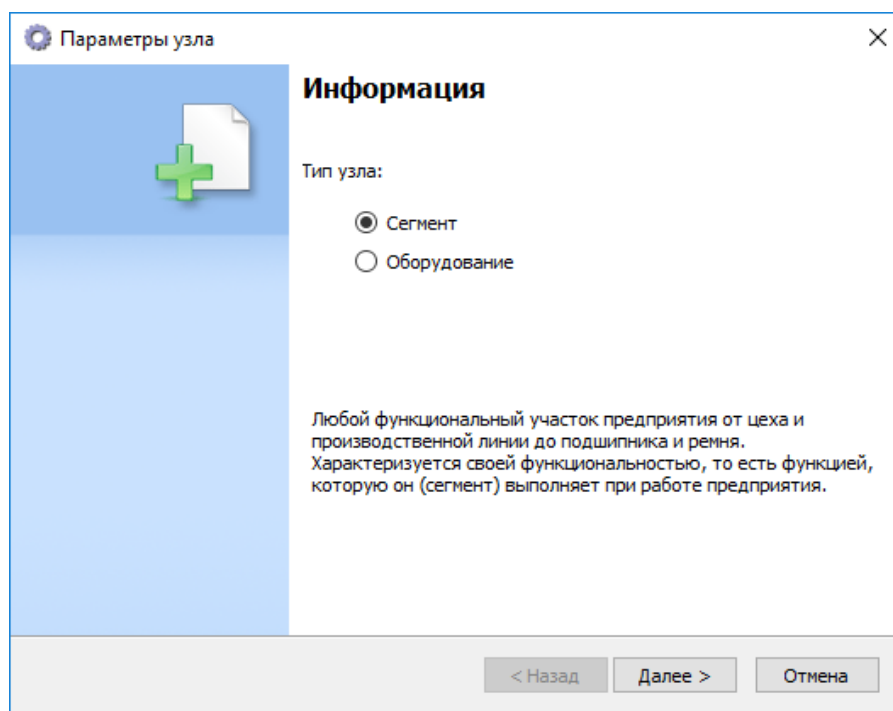

Рисунок 3.5.2
- в отрывшимся окне (см. Рисунок 3.5.2) выбрать тип узла и нажать кнопку «Далее». Для формирования дерева необходимо выбрать тип узла «Сегмент» («группа машин», например, цех или участок);